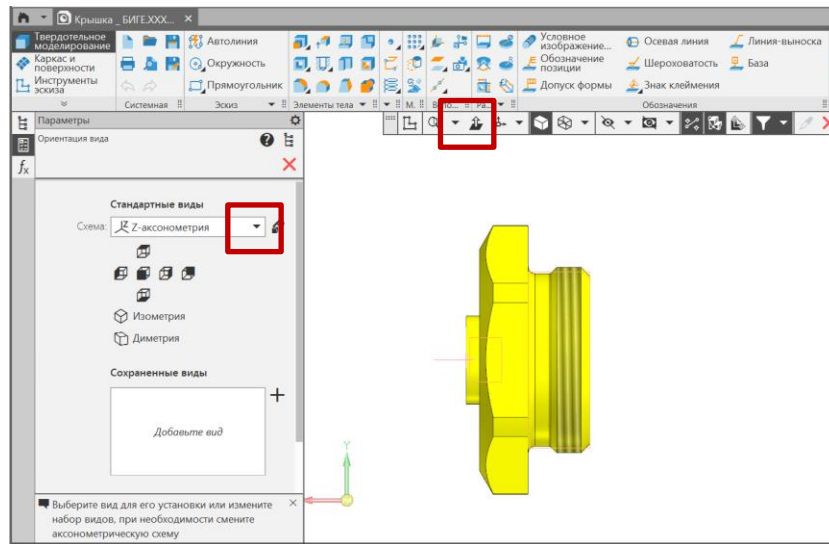

Рис. 16 Настройка ориентации модели
- **Панель быстрого доступа – Ориентация – Настройка (рис. 16).**